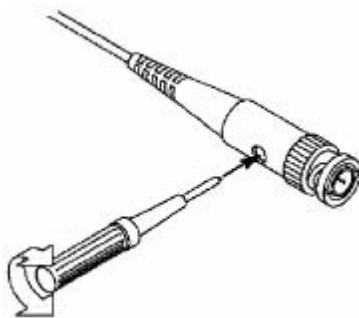

Рисунок 8. Компенсация пробника
2. Проверьте форму сигнала на осциллограмме и добейтесь правильной компенсации пробника (см. рис. 7 и рис. 8).